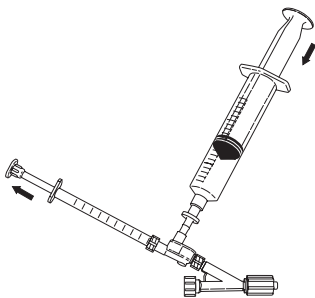

Abb. 4
6. Die 1-mL-Spritze an den Injektionsport anschließen und 0,5 mL der Lösung aspirieren. Die 1-mL-Spritze abnehmen und alle Luftblasen aus der Spritze spülen. Einen Meniskus der Lösung auf dem Injektionsport lassen und die 1-mL-Spritze durch leichtes Herunterdrücken der 20-mL-Spritze wieder anschließen, um den Injektionsport zu füllen. Die 1-mL-Spritze wieder an den Injektionsport anschließen. **(Abb. 4)**